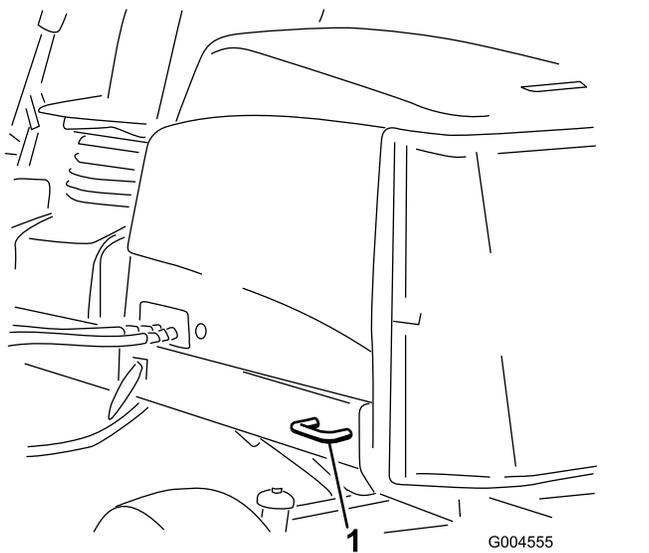

Figure 59
- Arrière – chaque côté de la machine sur le cadre arrière (Figure 59).